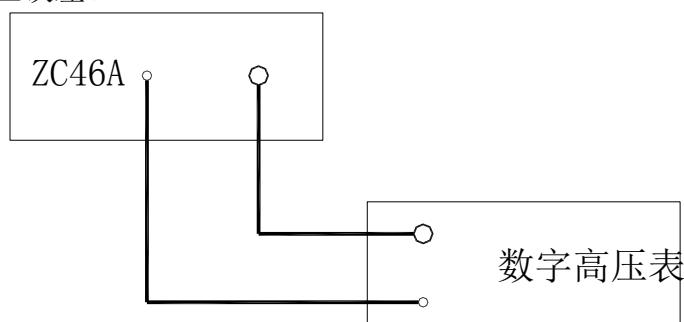

图 9
将仪器“高压输出”端和“接地”端按图 9 与输入阻抗在 10M 以上数字电压表相连,分别读出仪器在额定电压 (V_{si}) 为 10V, 50V, 100V, 500V 和 1000V 时输入阻抗在 10M 以上数字电压表上对应电压值 (V_{xi}), 并按 (2) 式计算误差,应符合表 1 中测试电压误差。